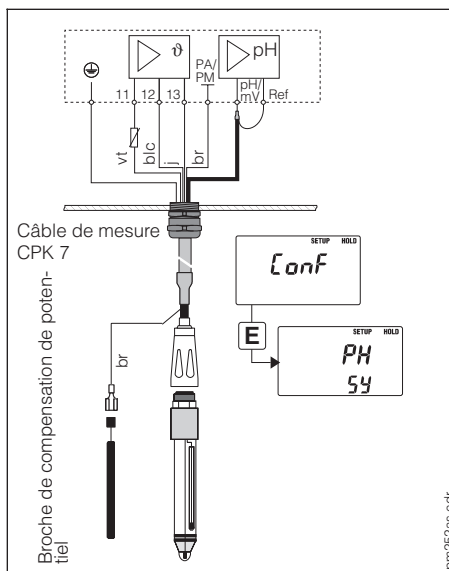

Fig. 4.8 Raccordement symétrique haute impédance de l'électrode de pH
- compensation de potentiel - raccordement symétrique haute impédance (fig. 4.8)